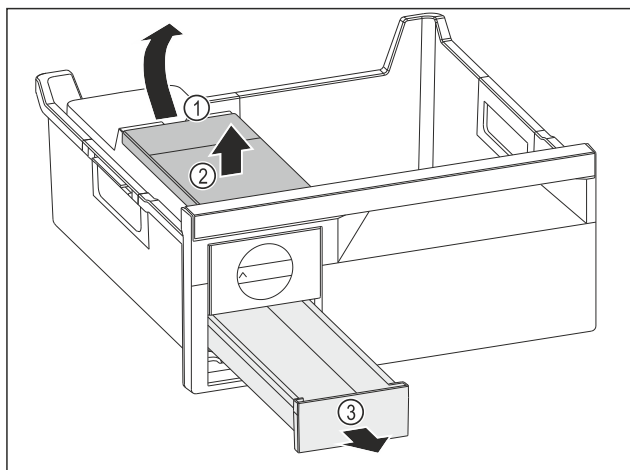

Fig. 171
- ▶ Vyjmutí nádržky na vodu: Zvedněte nádržku na vodu za vybrání Fig. 171 (1).
- ▶ Nádržku na vodu Fig. 171 (2) vyjměte nahoru.
- ▶ Zásuvku na kostky ledu Fig. 171 (3) vyjměte dopředu.